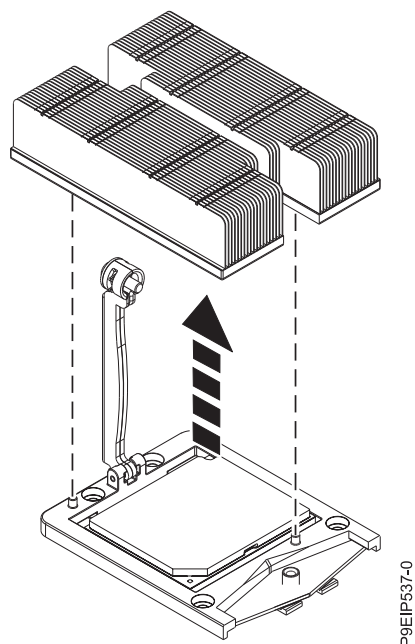

Figura 56. Removendo o dissipador de calor
5. Segure o dissipador de calor e remova-o levantando-o para cima, conforme mostrado na Figura 56.